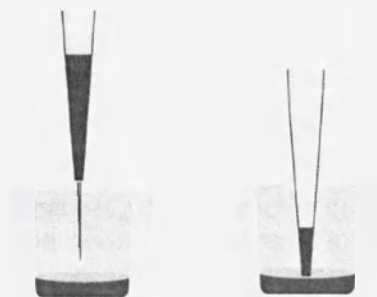

Рисунок B2. Рисунок B3.
1. Нажмите пусковую кнопку на короткое время, для того чтобы произвести дозирование жидкости (рисунок B2).